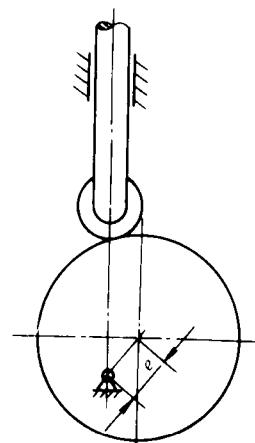

图 2-6
3. 图 2-6 为一滚子移动从动件盘形凸轮机构。试在图上画出该凸轮机构的基圆、理论轮廓曲线和图示位置的压力角 α ，并求出其推程角 δ_0 和推程最大位移 h 。